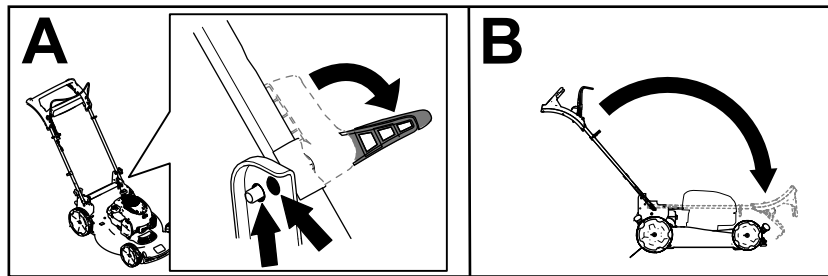

Figura 17
2. Desengate os bloqueios da pega até conseguir mover livremente a pega superior (A de Figura 17)
3. Dobre a pega para a frente para a posição totalmente para a frente (B de Figura 17).